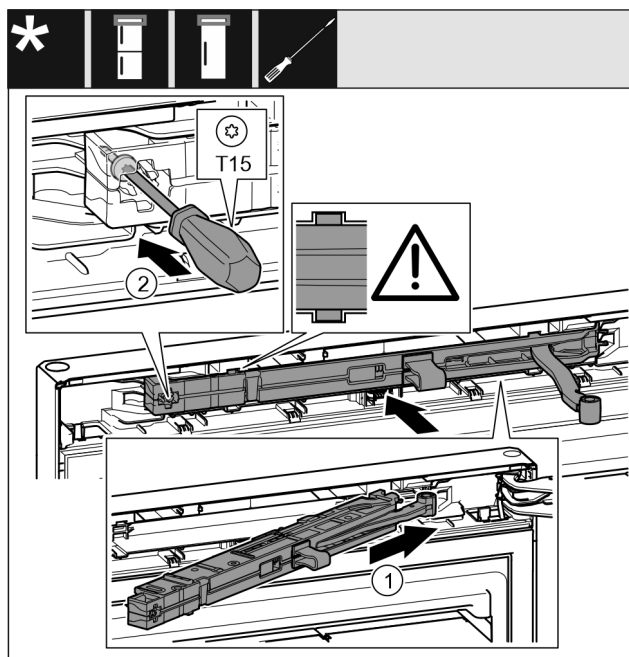

Fig. 22
- Inserire in diagonale l'unità dell'ammortizzatore di chiusura Fig. 22 (1) nel vano sul lato del blocco di supporto fino a battuta.
- Stringere la vite Fig. 22 (2) con un cacciavite.